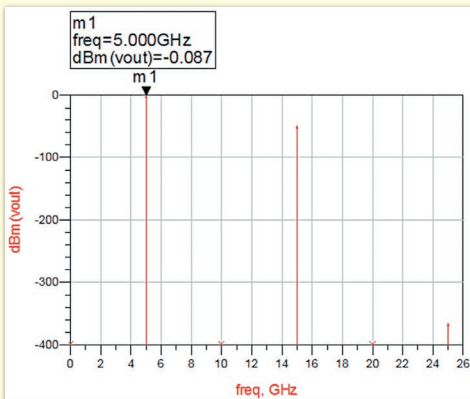

Рис. 35
- Запустіть процес симуляції та побудуйте графік на дисплеї даних, вибравши «vout» з доступного списку та вибравши одиниці вимірювання «Spectrum in dBm» (Амплітудний спектр в дБм). Перегляньте зображення на дисплеї даних (рис. 35).